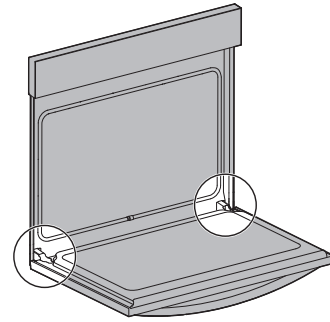

Figure 17: Emplacement de la charnière de la porte
1. Ouvrez complètement la porte du four, parallèlement au sol (Figure 17).
3. Ouvrez complètement la porte du four (parallèlement au sol) (Figure 17).
4. Poussez les verrous des charnières de droite et de gauche vers le haut et dans le cadre du four jusqu'à ce qu'ils soient en position verrouillée (Figure 17).